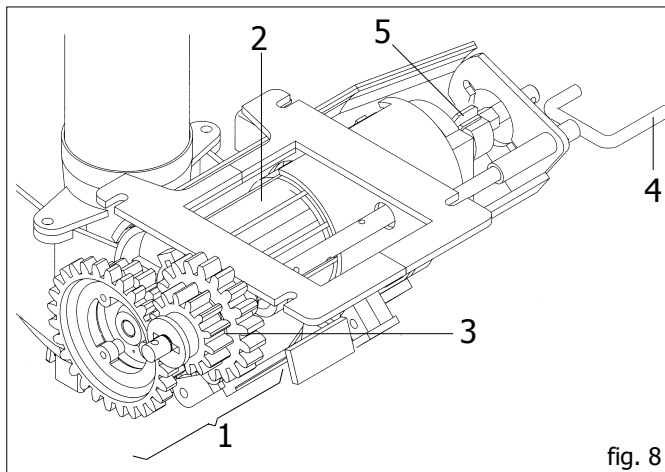
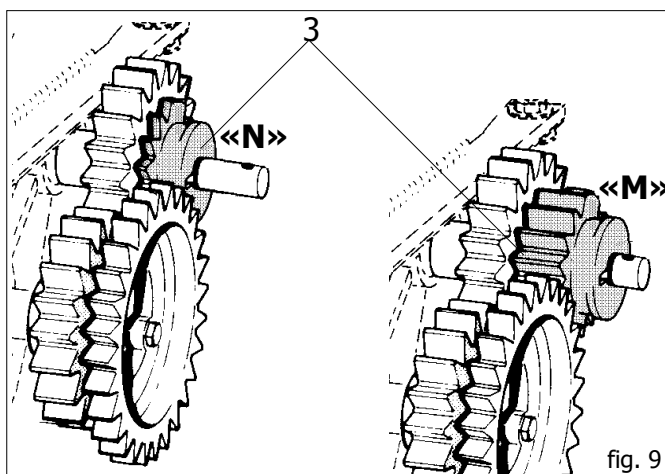

fig. 8
fig. 9
Le doseur (cf. fig. 8), l'organe principal pour le fonctionnement de l'élément semeur, est placé sous le réservoir des semences. Il reçoit le mouvement de la roue de transmission par le biais d'engrenages (avec rapport proportionnel à la largeur du travail) et par des chaînes.
Le doseur est composé d'une boîte à vitesses (cf. 1 fig. 8) qui permet deux rapports de transmission au rouleau de distribution (2) en variant la position de la roue dentée rouge (3 Fig. 9). En position «N», le rapport est de 1:1 donné par le couple de roues dentées Z19; si l'on déplace la roue (3) en «M», le rouleau distributeur réduira de la moitié le nombre de ses tours puisque la transmission est composée par la roue motrice rouge Z14 et par la roue conduite Z28. Au cours d'un essai de dosage, ainsi que cela a été décrit au chapitre 3.2.3, on remarquera que la quantité de produit distribuée sera réduite de la moitié vis d'un essai ayant un rapport 1:1 (cf. tableau page 60-61).
Le ressort de blocage (cf. E fig. 8) permet de modifier l'ouverture de la vanne et, en même temps, le débit du rouleau doseur.